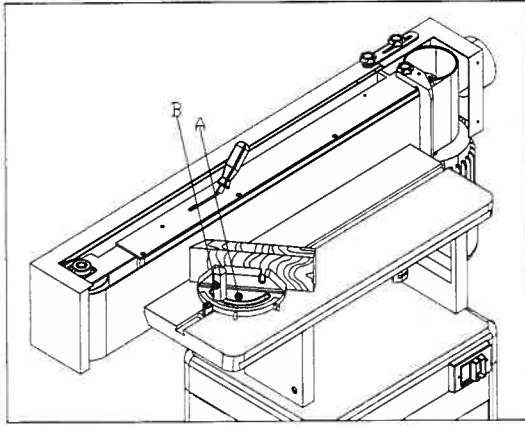

Fig: 5
1. MITER GAUGE (A) CAN BE ADJUSTED $45^{\circ} - 90^{\circ}$ AND CLAMPED BY HEX. HANDLE (B), SEE FIG.5
2. ADJUST MITER GAUGE(A) 2. ADJUST MITER GAUGE(A) TO GET REQUIRED ANGLE GAUGE.